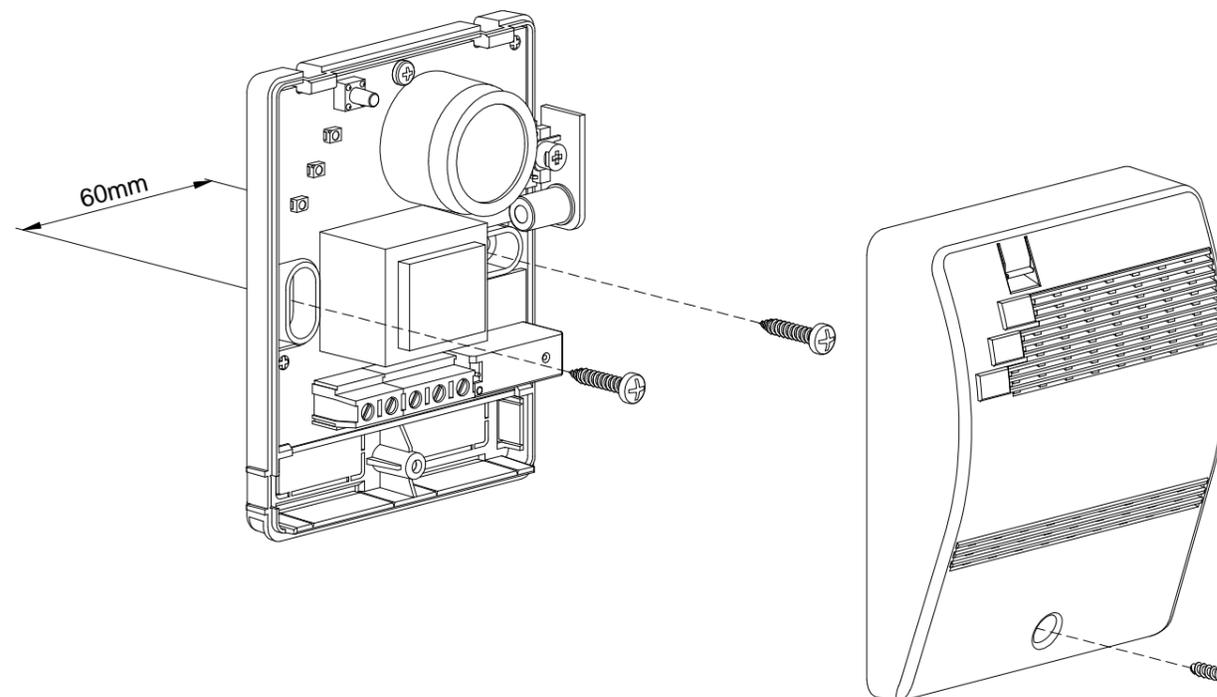

Fig. 2: Esempio di installazione di un BEAGLE *plus* -.
3. Rimuovere la calotta come indicato in Fig. 2:
Per accedere alla morsettiera svitare la vite presente e rimuovere il frontale (Fig. 2).